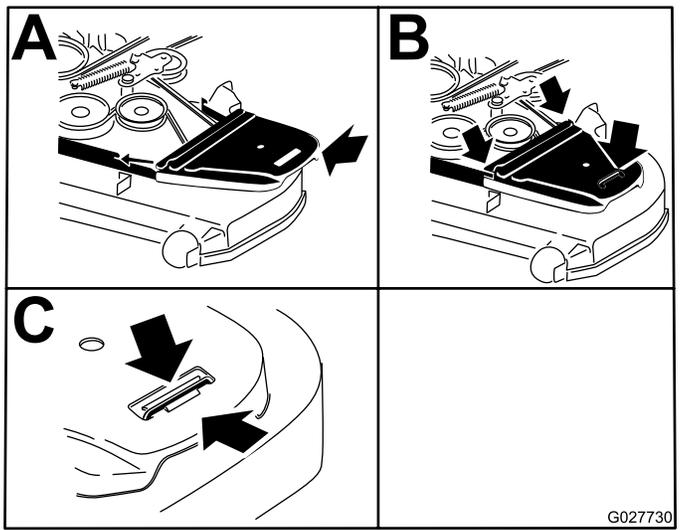

Figure 62
9. Reposez les protège-courroies (Figure 62).